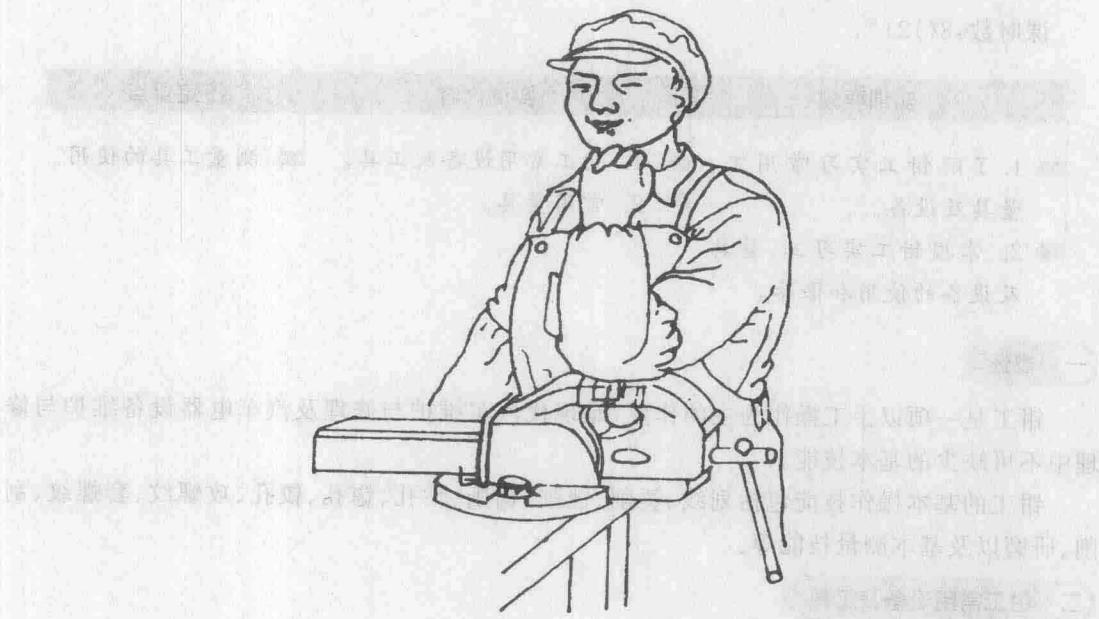

图 1-2 台虎钳的合适高度
(2) 钳台(钳桌)。用来安装台虎钳,放置工、量具和工件等,高度为800~900 mm,以装上台虎钳后钳口高度恰好与人的肘部平齐为宜,如图1-2所示;长度和宽度随工作需要而定。